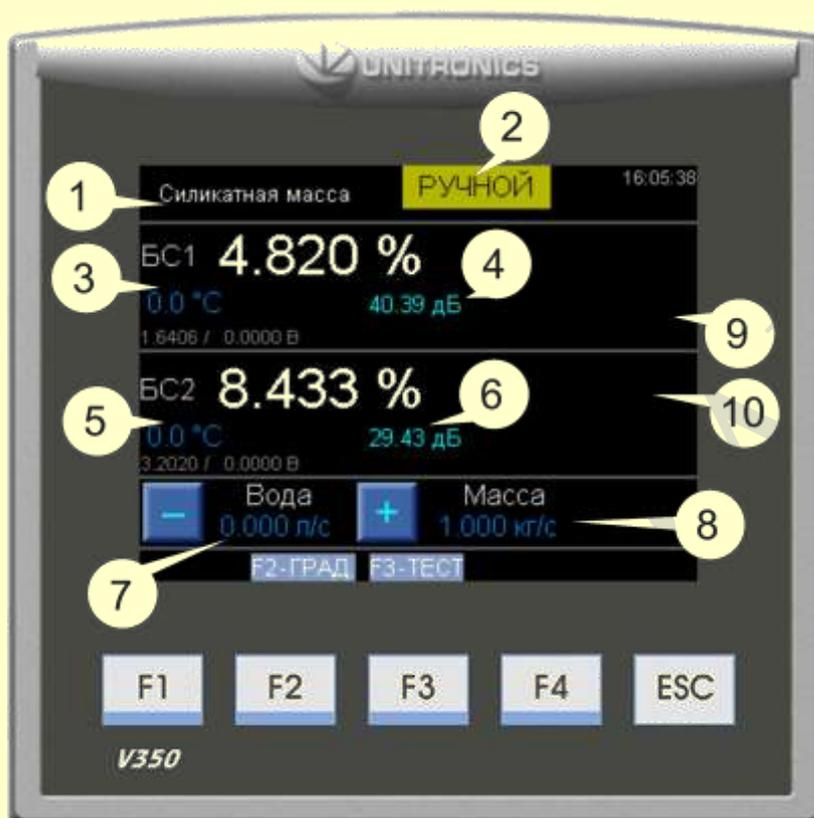

Рис. 5.2.1. Экран ПЛК в режиме «Ручной»
- Для того, чтобы включить систему в этот режим из режима «Автомат», необходимо, так же как и в обратном случае, нажать на индикатор режима, затем на кнопку «ДА». Вид экрана ПЛК в режиме «Ручной» показан на Рис. 5.2.1. В режиме «Ручной» управление подачей воды производится оператором, который контролирует влажность массы на входе и выходе увлажняющей машины по показаниям БС. Регулировка подачи воды производится при помощи изменения состояния клапана регулируемого кнопками «+» и «-» на экране ПЛК или вручную краном.